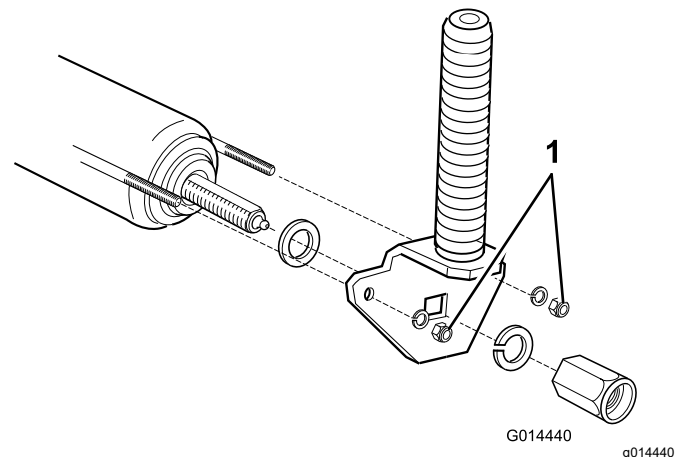

Figura 80
2. Aperte as porcas com quatro voltas completas para tensionar corretamente o fio (Figura 80).